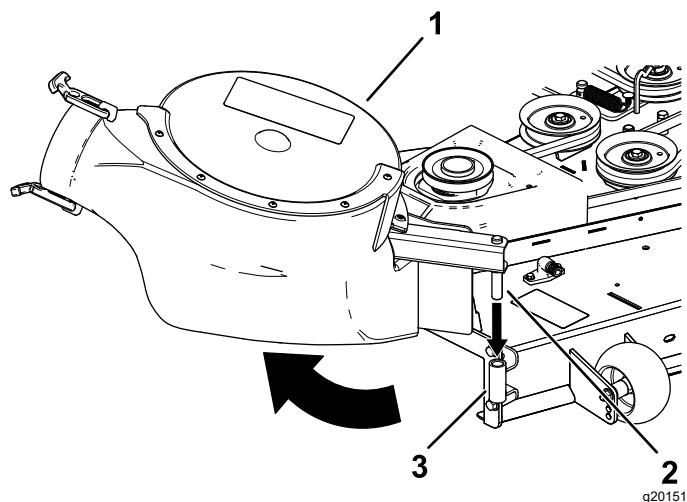

Figura 23
2. Introduzca el pasador de giro del soplador en el soporte del soplador y gire el soplador hacia dentro, hacia la máquina (Figura 23).